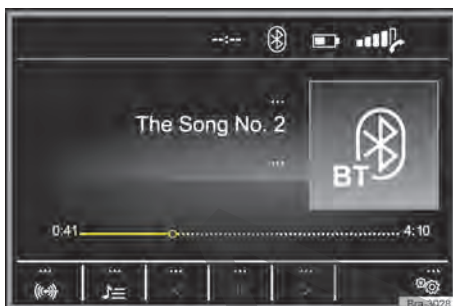
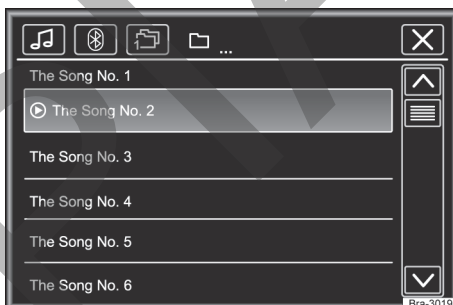

Fig. 125 Menú principal de medios.
Fig. 126 Operación de la radio: lista de estaciones.
– Presionar la tecla **MEDIA** para abrir el menú principal **MEDIA** → fig. 125.
Las fuentes de medios que se reproducen actualmente se exhiben en el botón de función en la parte inferior izquierda → fig. 125.
Legenda para → fig. 125 y → fig. 126: